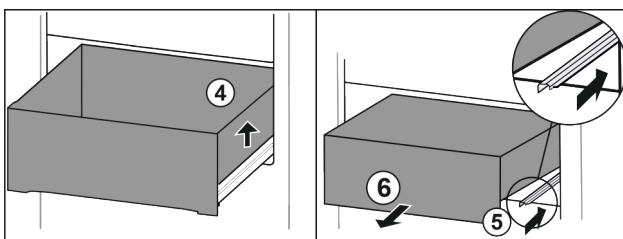

Fig. 78
- ▶ Soulever le tiroir sur la droite. Fig. 78 (4)
- ▶ Rentrer le rail de droite. Fig. 78 (5)
- ▶ Retirer le tiroir par l'avant. Fig. 78 (6)